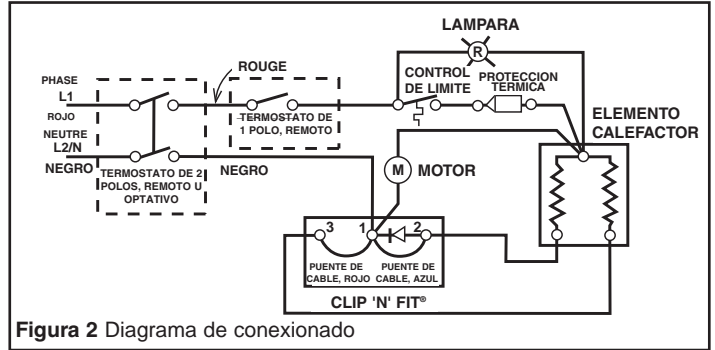

Figura 2 Diagrama de conexión
- Siguiendo el diagrama de conexión (Figura 2), conecte los conductores de alimentación a los cables de conexión del calefactor situados en la caja posterior, por medio de conectores de cable adecuados.